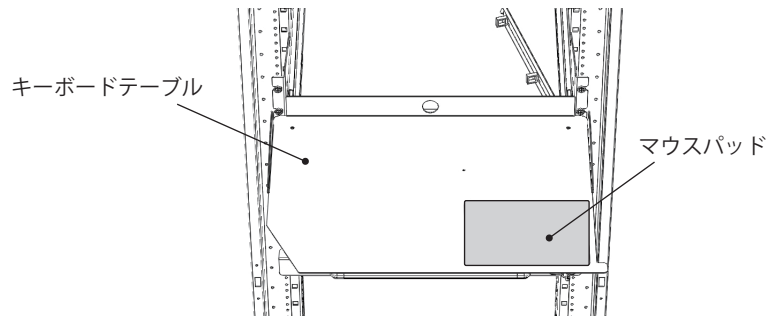

図8
10. 付属のマウスパッドをキーボードテーブルに貼付けてください。(図8)